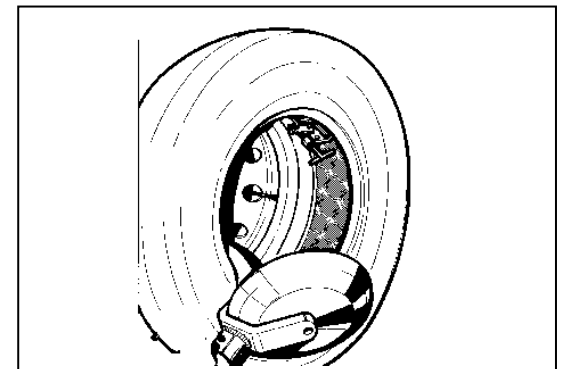

Fig.33
2. Position the mounting hook about 3/4" (1.5 cm) to the inside of the rim edge and 1/2" (1 cm) away radially. Rotate the chuck clockwise. Normally less than 1/4 of a revolution is sufficient to mount the first bead (Fig.33).
2. Insérer le crochet de montage de 1,5 cm (1/2") environ à l'intérieur du bord de la jante et le garder à une distance d'1 cm (1/2") environ en direction radiale. Tourner l'autocentreur dans le sens des aiguilles d'une montre. Normalement, il suffit d'un quart de tour pour monter le premier talon (Fig.33).
2. Den Montagehaken so einsetzen, da er innen in ca. 1,5 cm (1/2) Abstand zum Felgenreand steht und nach oben ca. 1 cm (1/2) Abstand hat. Die Spannvorrichtung im Uhrzeigersinn drehen. Normalerweise genügt 1/4 Drehung, um den ersten Wulst zu montieren (Abb.33).